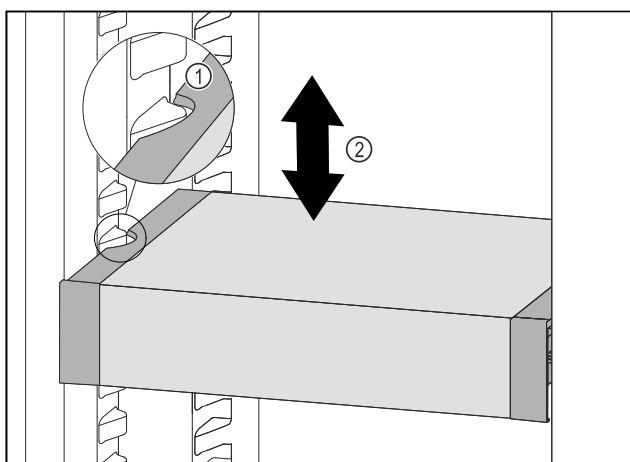

Fig. 100
- ▶ Táhněte VarioSafe dopředu, dokud nebudou boční vybrání VarioSafe na úrovni žebrování na nádoby v chladničce. Fig. 100 (1)
- ▶ Posouvejte VarioSafe v chladničce nahoru nebo dolů, dokud nedosáhnete požadované výšky. Fig. 100 (2)